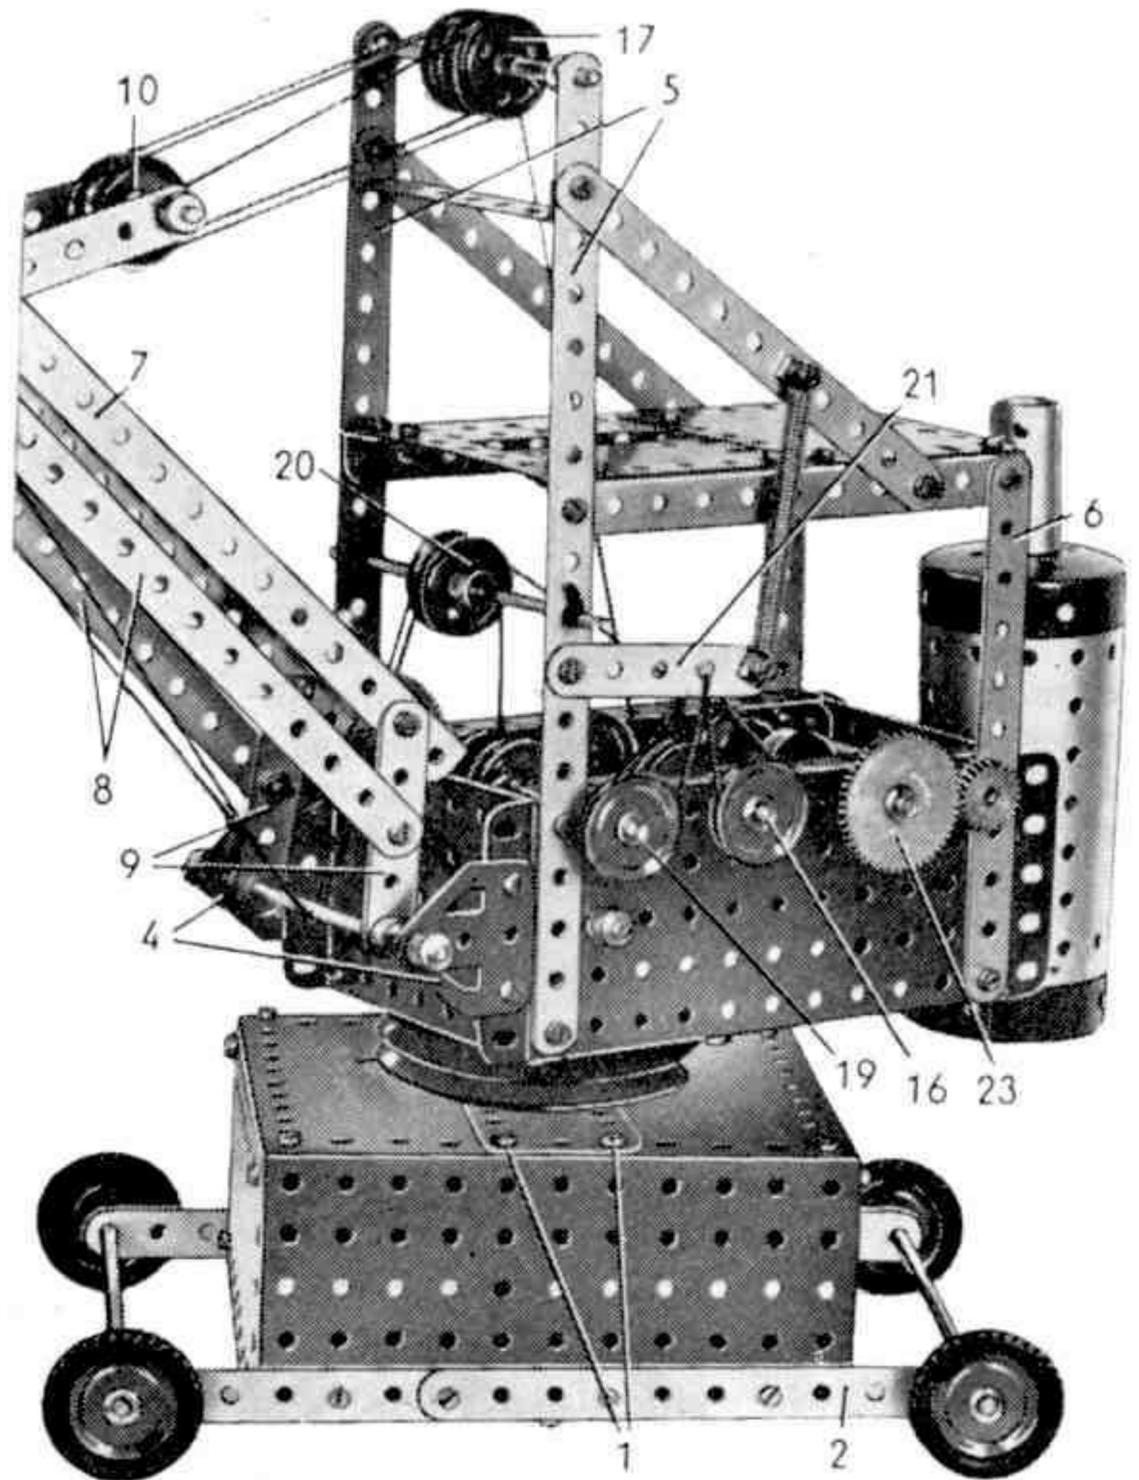
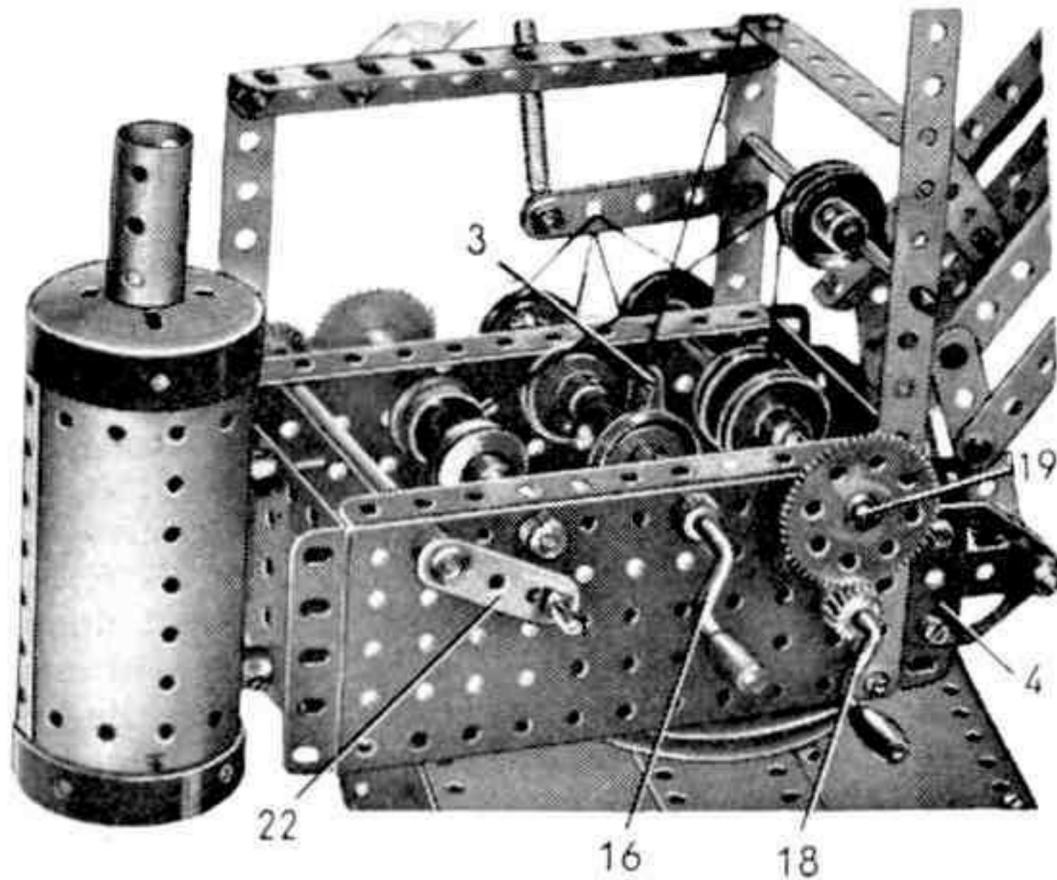

Fig. 2
Fig. 3
La base du modèle est formée de deux plaques à rebords de 14×6 cm. Les rebords supérieurs de ces plaques sont réunis par quatre cornières de 11 trous. Deux des cornières sont placées aux angles des plaques, les deux autres sont tenues par les boulons (1) (fig. 2). Les rebords
Deux bandes de 19 trous (5) sont boulonnées verticalement à l'avant de la cabine et deux bandes de 11 trous (6) sont placées de même à l'arrière (fig. 2). Une cornière de 11 trous horizontale réunit de chaque côté le sommet de la bande (6) à la bande (5). Les cornières sont réunies à leurs extrémités par des bandes de 7 trous. Une bande coudée de 90×12 mm. est placée entre les bandes (5) à trois trous de leur sommet. Les boulons qui les fixent tiennent également de chaque côté une bande oblique de 11 trous dont l'autre extrémité est fixée à la cornière de 11 trous.
Inclinaison de la flèche. — Elle est commandée par une manivelle (16) (fig. 3). La manivelle est tenue en place par une bague d'arrêt et une poulie de 25 mm. Elle porte à l'intérieur de la cabine deux poulies de 25 mm, entre lesquelles s'enroule une corde. Cette corde passe sur l'une des trois poulies folles de 25 mm. (17) montées sur une tringle de 10 cm. au sommet des bandes (5) (fig. 2). La corde passe ensuite autour d'une des poulies folles (10), autour de la seconde poulie (17), autour de la seconde poulie (10), autour de la troisième poulie (17) et est finalement attachée à la tringle qui porte les poulies (10).
Angle du bras de la pelle. — Il est commandé par une manivelle (18) qui porte un pignon de 19 dents. Ce pignon engrène sur une roue de 57 dents montée sur une tringle de 13 cm. (19). (fig. 3). La tringle (19) est tenue en place par une poulie de 25 mm. Elle porte à l'intérieur de la cabine, deux poulies de 25 mm, entre lesquelles s'enroule la corde de commande. Cette corde passe sur une des poulies de
Un dispositif de freinage commun à la manivelle (16) et à la tringle (19) apparaît sur la figure 2. Ce frein est formé d'une bande de 5 trous (21) articulée par contre-écrou sur une des bandes (5). Une corde passe autour des poulies bloquées sur la manivelle (16) et la tringle (19). Les cordes sont attachées à la bande (21). D'autre part un ressort est tendu entre l'extrémité de la bande (21) et un boulon de 9,5 mm. tenu par deux écrous dans l'une des bandes obliques de 11 trous.
Mouvements de la pelle. — Ils sont commandés par une manivelle (22). La manivelle (22) (fig. 3) est formée d'un bras de manivelle muni d'une cheville filetée et bloqué à l'extrémité d'une tringle de 11,5 cm. A son autre extrémité, la tringle porte un pignon de 25 dents (fig. 2) qui entraîne une roue de 50 dents (23). La roue dentée (23) est fixée à l'extrémité d'une tringle de 11,5 cm. qui est munie, à l'intérieur de la cabine, de deux roues à boudin de 19 mm, entre lesquelles s'enroule une corde. Cette corde passe sur la seconde poulie (20), sous l'axe d'articulation de la flèche, sur la tringle de 7,5 cm. qui articule le bras de la pelle sur la flèche, sur la poulie (14) et elle est finalement attachée à la bande coude (15). Une courroie élastique de 25 cm. (24) attachée à l'arrière de la pelle est passée sur le support double (13). Cette courroie provoque automatiquement l'abaissement de la pelle quand le câble de commande est relâché.